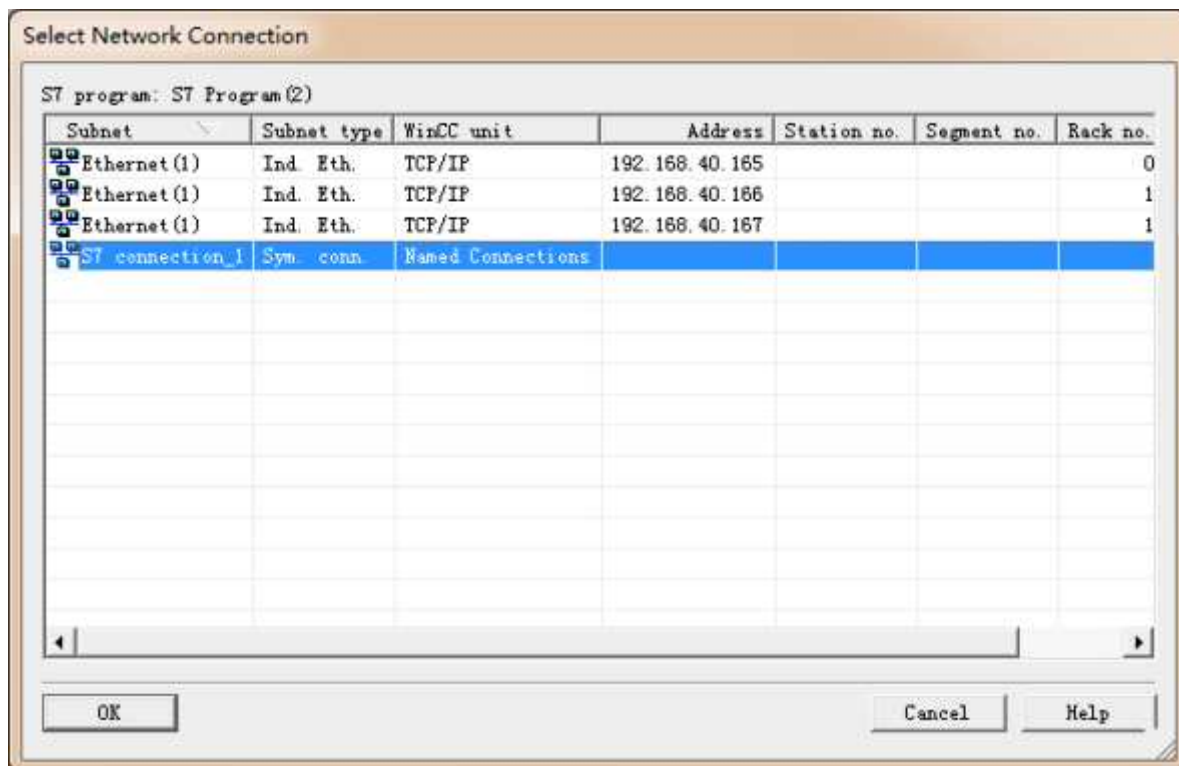

图13
(E) 确认在NetPro中创建的S7连接分配在WinCC的命名连接下，如图13所示。根据向导完成AS-OS编译。